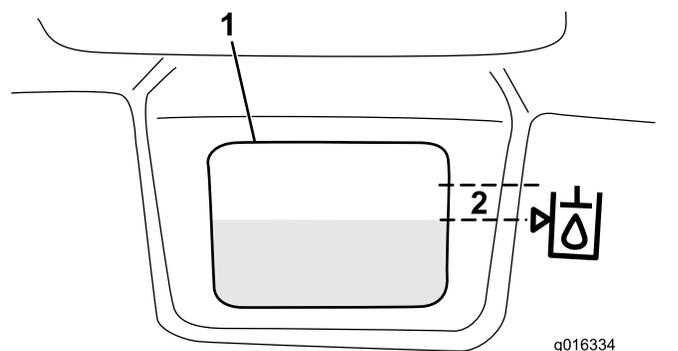

图33
3. 将适当的液压油缓慢注入油箱、直至油位达到油箱前面白色窗口旁边符号箭头所指的 6mm 或以下位置 图33。切勿过量添加。